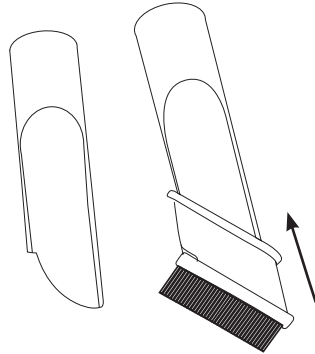

Fig. 5 – Boquilla sin y con cepillo
- La boquilla para rincones puede ser usada con o sin cepillo. Para limpieza de tapizados y tejidos utilice la boquilla con cepillo. Fig. 5